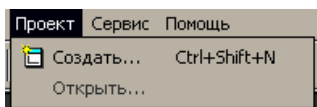

Рис. 2.1. Создание проекта.
- С помощью команды **ПРОЕКТ** → **Создать** (рис. 2.1);